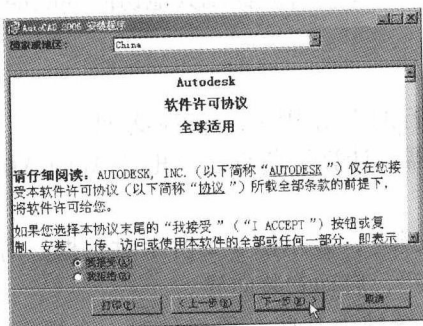

图 1-5 安装协议
5) 出现软件许可协议界面(见图 1-5)。在最上方的“国家/地区”列表框中选择国家, 中国的名字是“China”。对话框中的协议可以先不看, 但只有选择接受, 才能继续安装。点击“我接受”单选钮, 然后按“下一步”按钮继续。